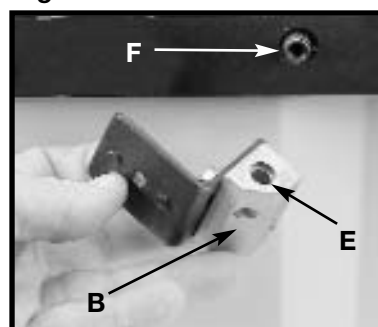

Fig. 11
4. Coloque el extremo rebajado (E) Fig. 11 del soporte del hendidor contra el extremo de la vara pivotante (F) y fijela en su sitio utilizando se ensamblaron al tornillo (G) en el PASO #3.